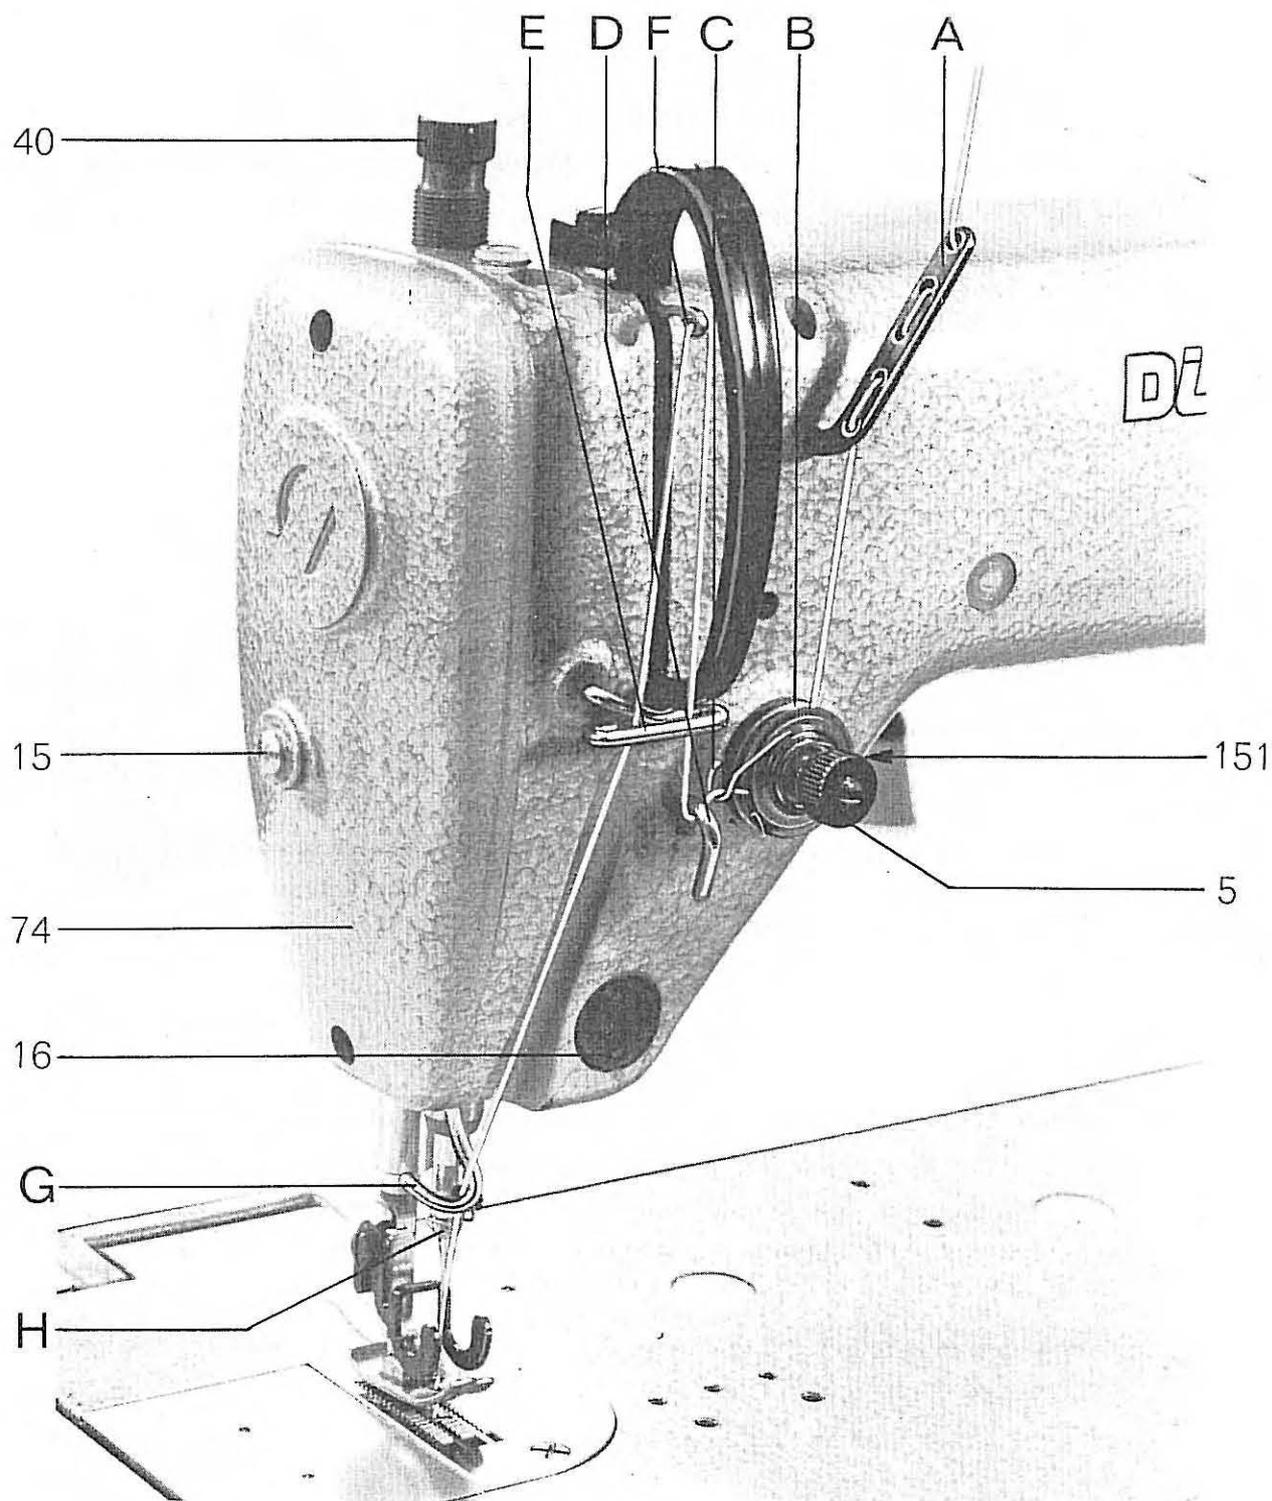

Fig. 1
1. Arrêt du pied presseur en position élevée (fig. 1)
Pour nettoyer les pièces sous la plaque de base, incliner la tête la machine en arrière. L'huile accumulée derrière le voyant 16 (fig. 1) retournera dans le bras de la machine. Il n'y aura jamais trop d'huile dans la tête du bras si le nettoyage est effectué régulièrement.
Le tracé du fil d'aiguille est visible sur la fig. 1. Pour enfiler, il faut amener le tendeur du fil à son point culminant.
- 8.1. **Fil d'aiguille.** Sa tension se règle en tournant l'écrou de tension moletté 5 (fig. 1). Tourner à droite pour augmenter la tension et à gauche pour la diminuer.
9. Réglage de la pression du pied de couture (fig. 1)
La pression du cylindre d'entraînement sur le travail en cours d'exécution se règle par la douille 40 (fig. 1).